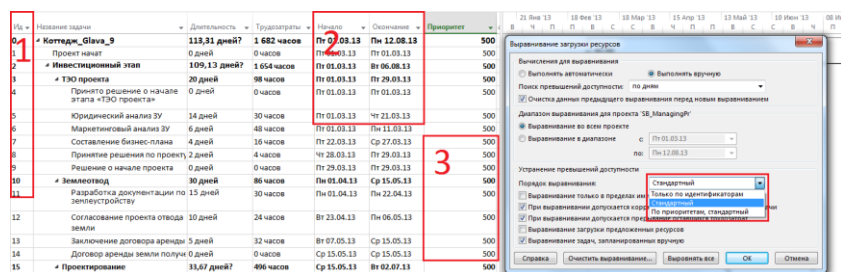

Рисунок 9.8 – Варианты выравнивания ресурсов
1. Порядок выравнивания, Рисунок 9.8: